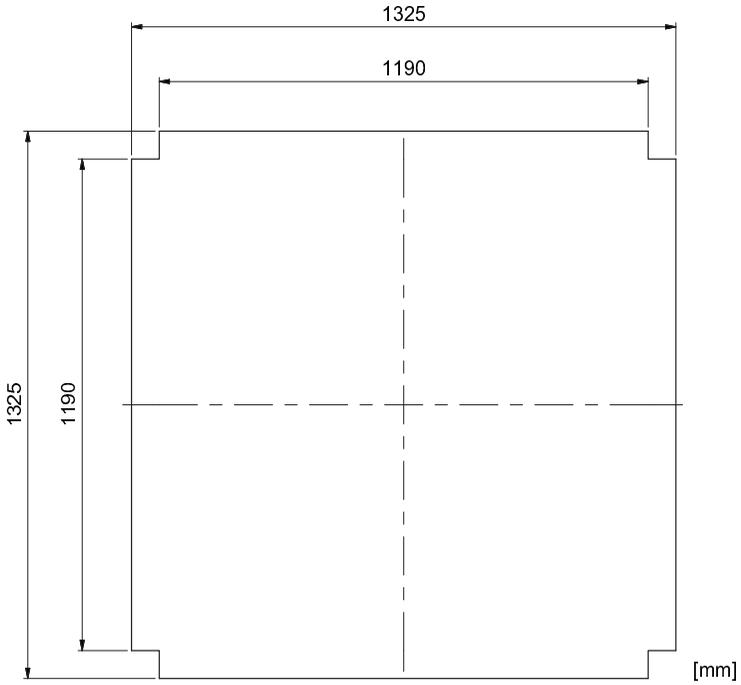
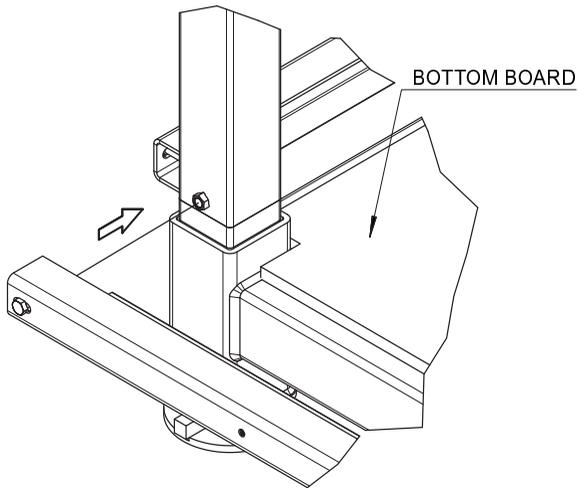

Figure 21. Dimensions de la planche en contreplaqué du fond (Art. N° 11540)
Figure 22. Exemple de positionnement du support de coffrage.
5.1 Vérifiez que les quatre poteaux d'angle sont correctement insérés dans le cadre inférieur. Coupez une planche de contreplaqué de coffrage de 18 mm conforme à la norme EN 636-3 au format indiqué sur la Figure 21 et placez-la au centre du cadre inférieur. Boulonnez les huit supports de coffrage sur les écrous soudés. Utilisez les boulons fixés au support de coffrage. Voir Figure 22. Il n'est pas nécessaire de serrer les boulons pour l'instant.